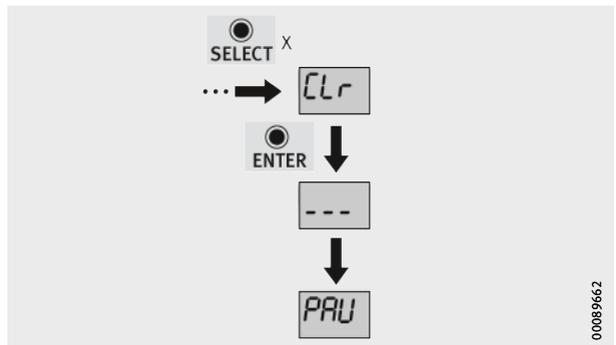

Bild 32
- So löschen Sie im Menü Pro anstehende Fehlermeldungen, *Bild 32*: